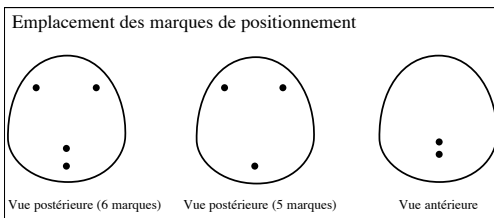

FIGURE 1
- Les calibreurs restérilisables 410 de NATRELLEMD contiennent du gel Soft Touch et comportent des marques de positionnement. (voir figure 1)